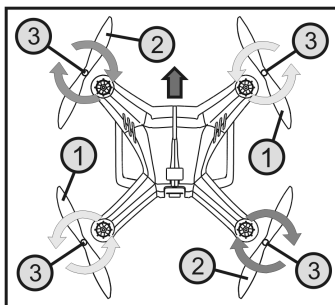

Figura 1
Le eliche sono provviste di dadi di bloccaggio incollati (vedere figura 1, pos. 3), che si serrano da soli durante il funzionamento del quadricottero.